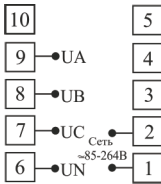

Рис. 7 – Клеммы подключения.
2. Подключите питание к прибору с помощью клемм 1, 2 на задней панели прибора (см. рис. 7–9).